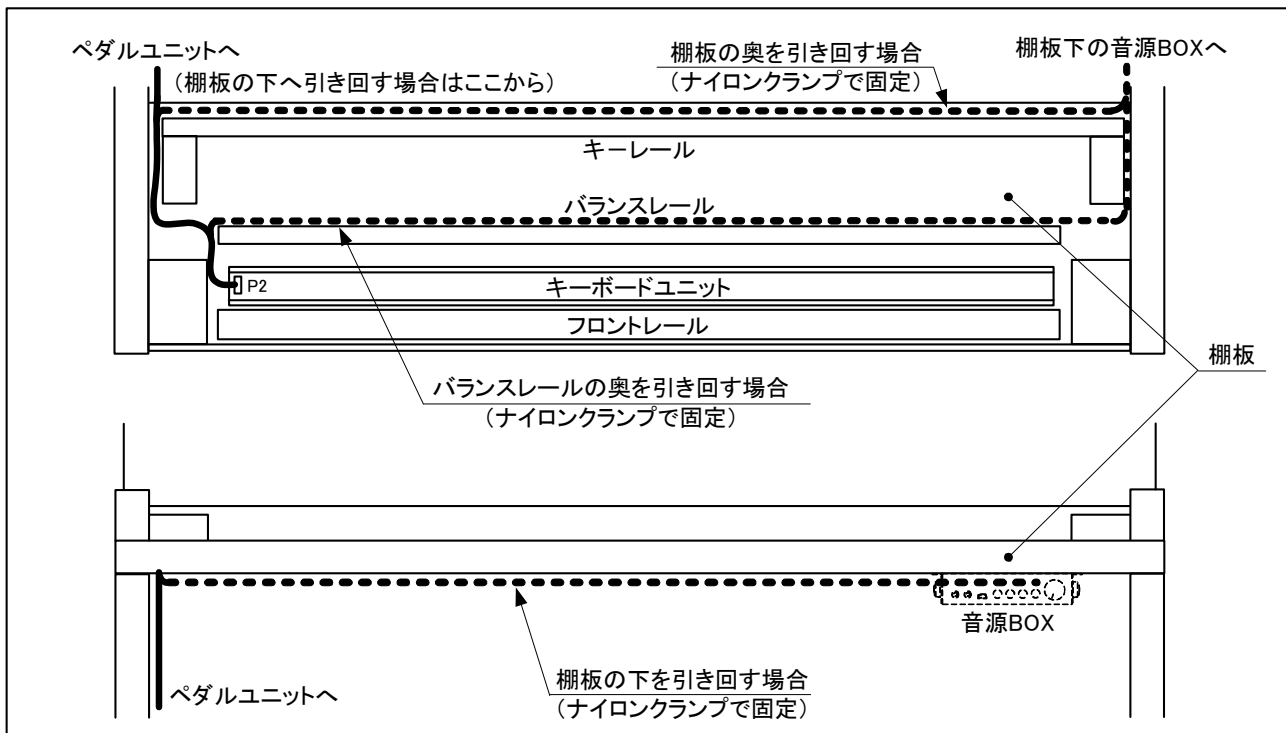

図3.4-6 接続ケーブルの引き回し
- (6) ペダルユニットからの接続ケーブルをペダルや天秤棒、センサーの妨げにならないように引き回す。
- (7) 接続ケーブルをキーボードユニットのコネクタP2へ接続する。(2. 2 配線接続図を参照)
- (8) 音源BOXを図3.4-6の様にピアノの右側へ取り付ける場合は、バランスレールや柵板の奥または下側に沿わせるようにして、高音部へ渡らせてから弦側へ引き込み、音源BOXを取り付ける位置まで接続ケーブルを引き回す。また、音源BOXをピアノの左側へ取り付ける場合は、ペダルユニットからの接続ケーブルと一緒に柵板の下へ引き回す。